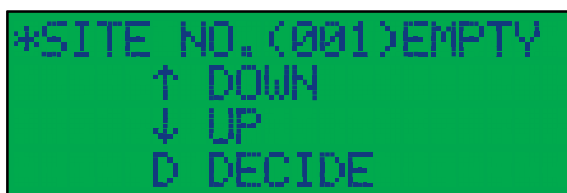

図 4.1-7 初期状態のディスプレイ画面
② CTS-02V4 本体とPCの接続
- CTS-02V4 本体の初期状態は、ディスプレイに下記(図 4.1-7)のように表示されています。